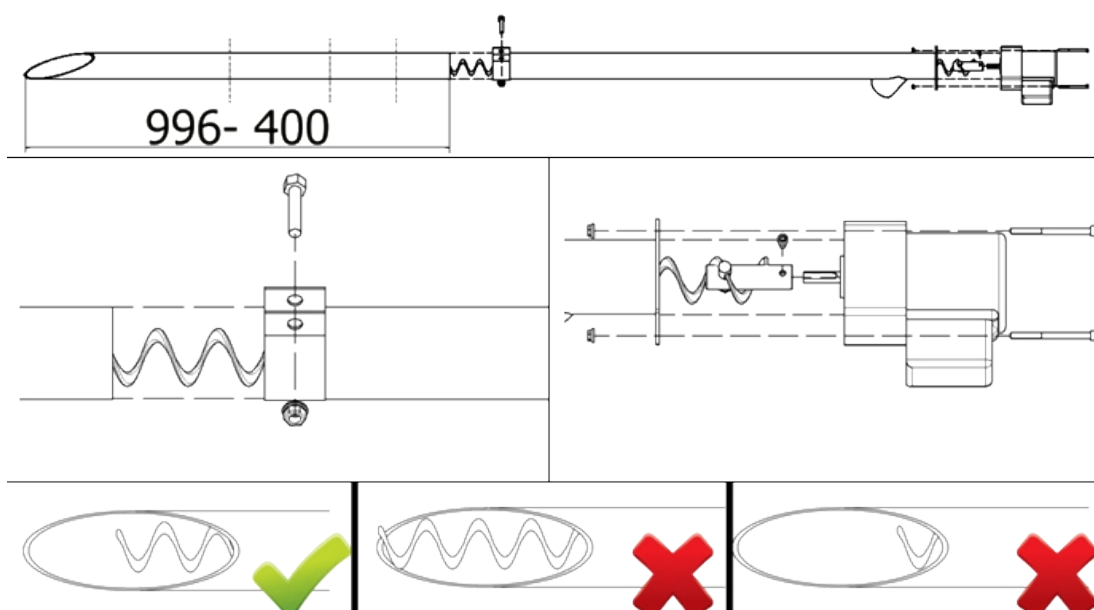

Рисунок 8. Схема установки винтового подающего устройства в штучере бункера
- Д) отмерить и отрегулировать длину подающего устройства пеллет, не забывая при этом, что угол между основанием и трубой подающего устройства не должен превышать  $45^\circ$  (см. рис. 8);
- Е) подвесить подающее устройство на цепочке. (см. рис. 8);
При монтаже винтового подающего устройства соединение его с бункером производить как показано на рис. 8.